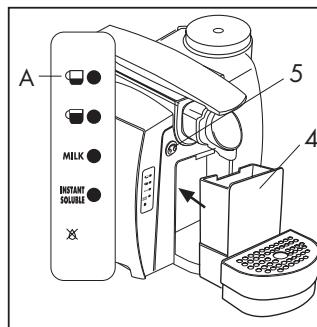

Fig. 18
Una vez limpia vuelve a colocar la cubeta con el porta cápsulas (4). Ponga a cero la máquina manteniendo pulsada la tecla de salida □ (A) por dos segundos o apague y vuelva a encender la máquina con el interruptor principal (5). (**Fig. 18**).